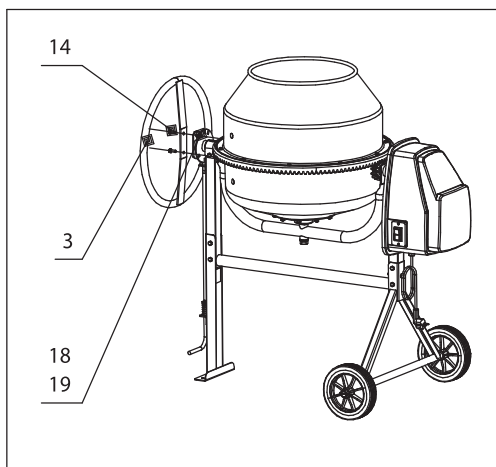

Рис. 8
7. Установить маховик поз. 3, совместив отверстия в маховике с отверстиями пластины, расположенной на траверсе со стороны фиксатора. Вставить в совмещенные отверстия два болта поз. 14, установить шайбы поз. 19, завернуть две гайки поз. 18 (рис. 8). Проверить затяжку резьбовых соединений.